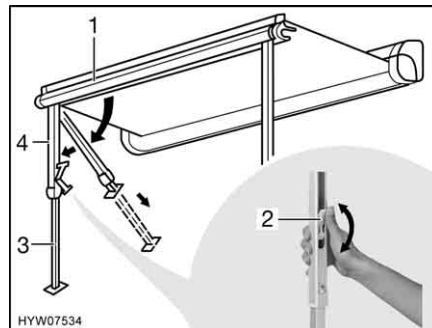

Fig. 16 Installazione dei montanti di supporto
- Estrarre i montanti di supporto (Fig. 16,4) dal listello anteriore (Fig. 16,1) ribaltandoli e montarli.
- Aprire il bloccaggio sui montanti di supporto. A tal fine ripiegare la leva di serraggio (Fig. 16,2) verso l'alto.
- Estrarre la parte inferiore dei montanti di supporto (Fig. 16,3) fino alla lunghezza desiderata.